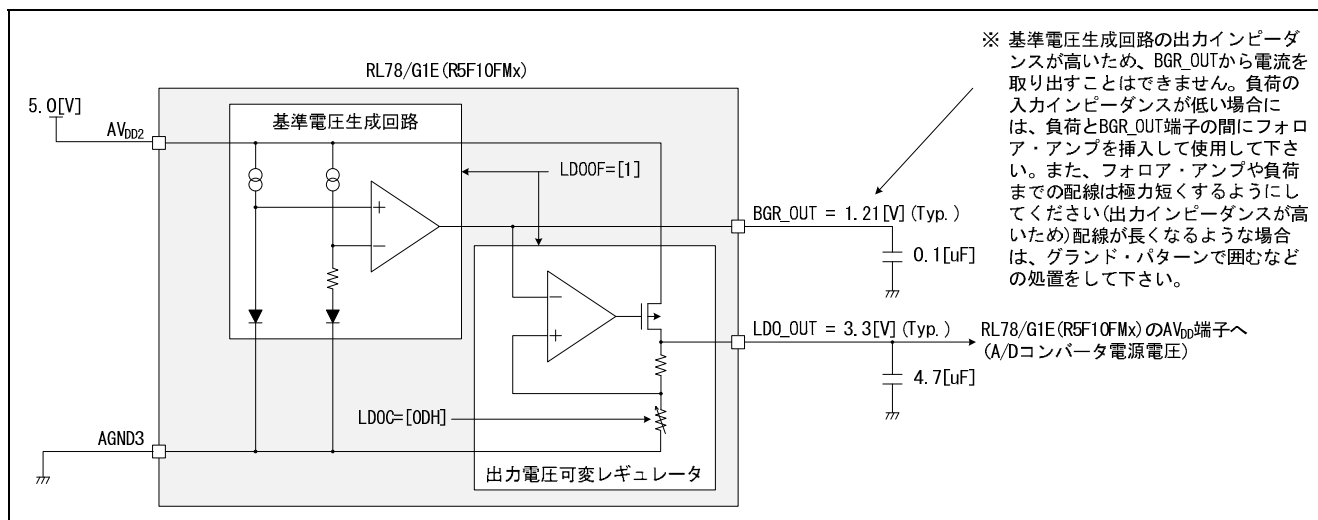

図 6.3 基準電圧生成回路および出力電圧可変レギュレータのブロック図
- 基準電圧生成回路および出力電圧可変レギュレータのブロック図を図 6.3 に示します。